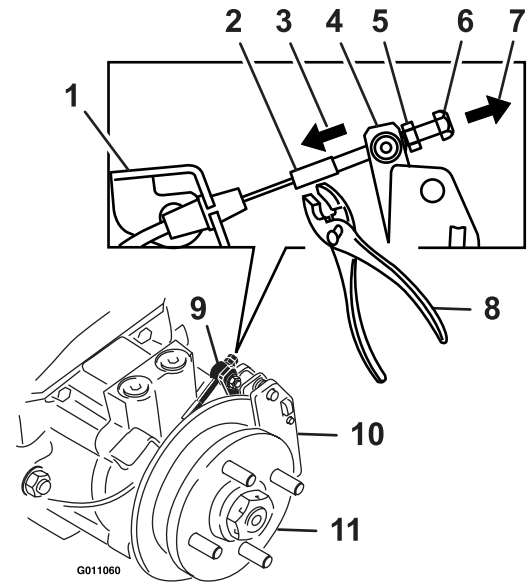

Figura 30
9. Sujete el extremo de la varilla roscada con una herramienta y afloje la contratuerca, alejándola de la tuerca estándar (ver Figura 30). No deje que el cable gire mientras se aflojan las tuercas.
10. Elimine la holgura del cable tirando de la palanca de la pinza con una fuerza media. Usando las manos y los dedos solamente, empuje la palanca de la pinza hasta que haga tope y las pastillas de freno agarren el rotor. Sujetando la palanca contra el tope, utilice la otra mano o los dedos para eliminar la holgura del cable, tirando del extremo roscado a través del cabezal de giro. Apriete la tuerca estándar a mano contra el cabezal de giro (ver Figura 30).